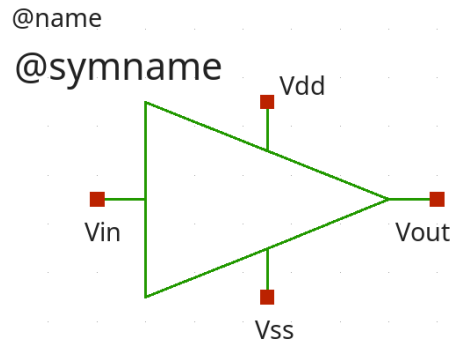

Figura 20: símbolo editado del inversor.
- Guarda los cambios en el archivo del símbolo. En la figura 20 se muestra como debe quedar.